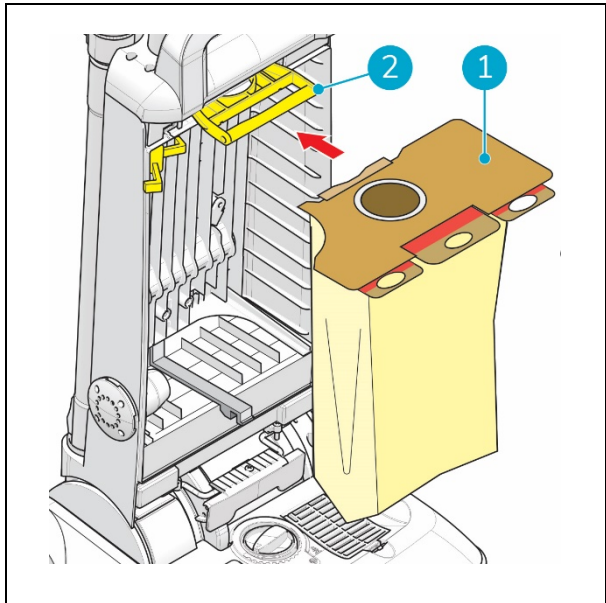

Abbildung 13
7. Schieben Sie den Pappkragen (Abbildung 13, Pos. 1) des Staubbeutels in die Schlitz, um den Staubbeutel vollständig einzuführen.
8. Drücken Sie den Hebel (Abbildung 13, Pos. 2) nach innen, bis er einrastet.